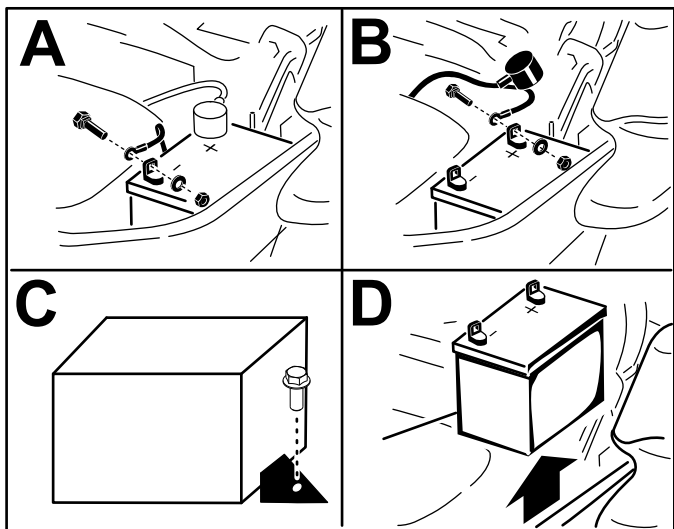

Figura 75
5. Îndepărtați bateria în modul indicat în Figura 75.